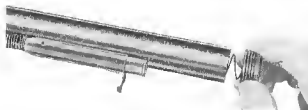

Fig. 10
- Svitare il tappo (destrorso) del serbatoio (fig. 10)